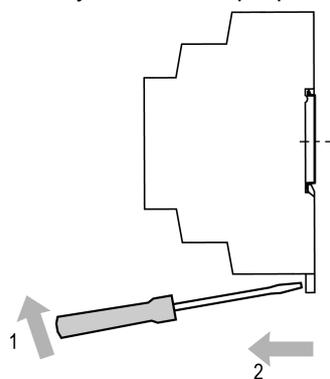

Рисунок 2 – Демонтаж прибора
2. В проушину защелки вставить острие отвертки (см. *рисунок 2*).